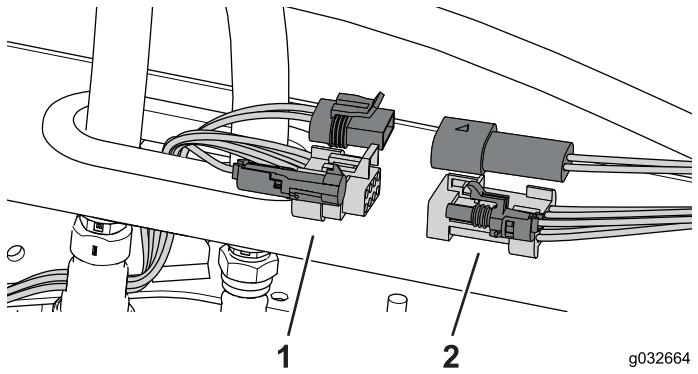

Figure 108
3. Débranchez le faisceau de câblage de la machine du faisceau de câblage de la cabine (Figure 108).